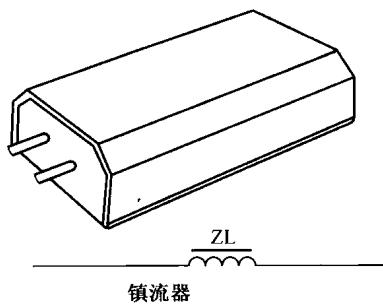

图 1-5 日光灯镇流器
③ 日光灯镇流器。日光灯镇流器实际上是一个低频电流线圈，有双线圈式和单线圈式两种，制造时是根据日光灯管的功率来选定它的铁芯截面和线圈匝数的，还要调整它的限流范围（即磁路间隙）。其外形及电路符号如图1-5所示。